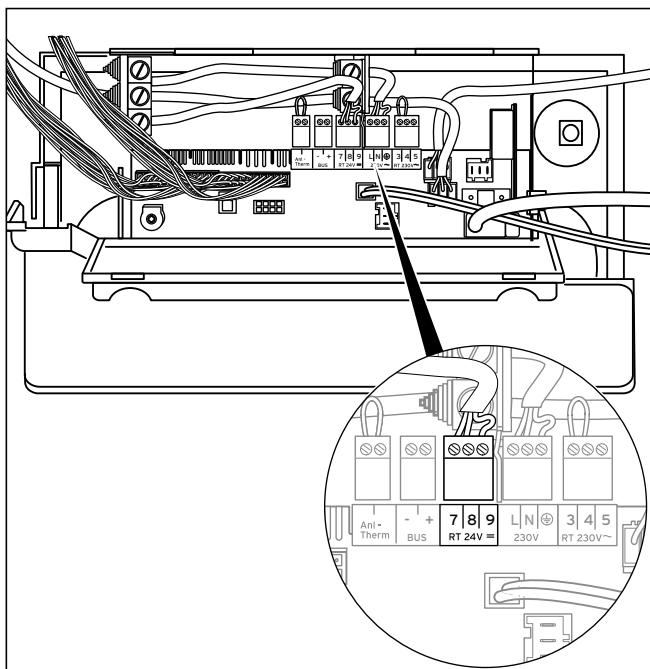

Fig. 5.12 Raccordement des appareils de régulation et des accessoires
- Raccordez le câble de raccordement selon la fig. 5.12 aux prises ProE correspondantes ou aux prises de l'électronique.